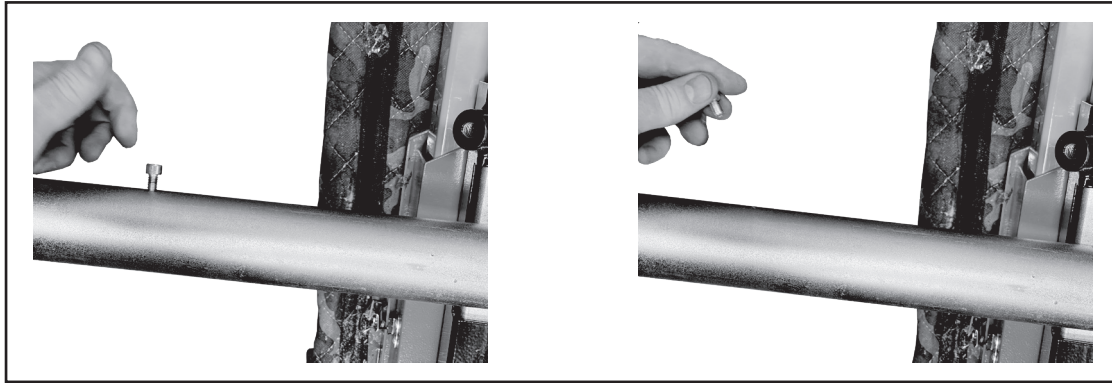
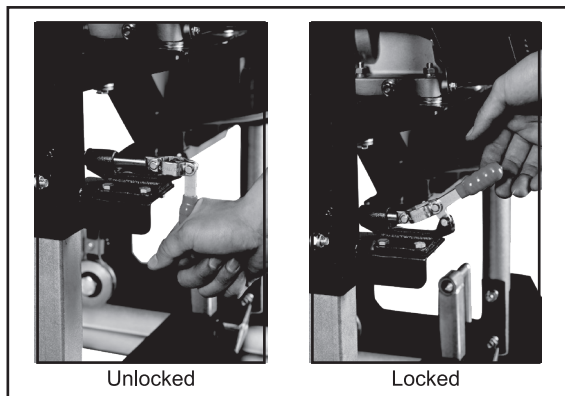
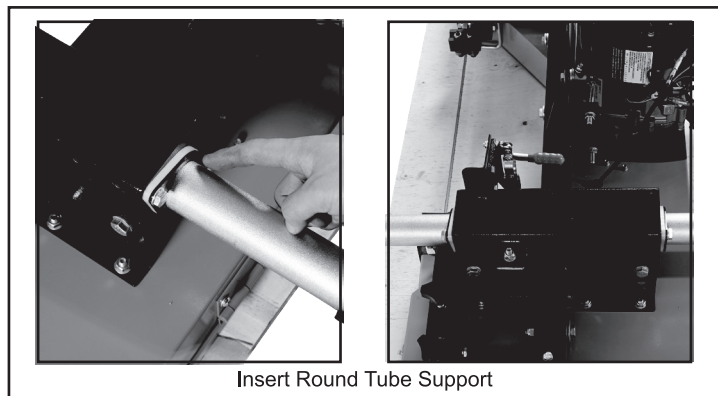
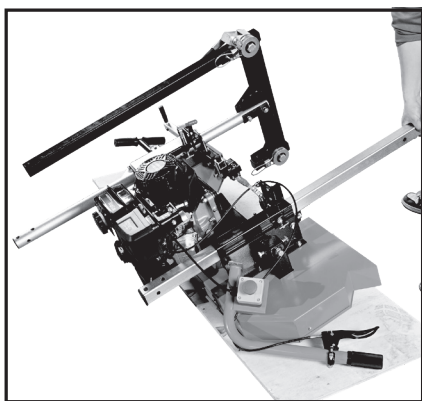

Fig. 20
Fig. 21
Fig. 22
Fig. 23
Étape 13 : Retirer la vis de butée de support de tube rond. Retirez la vis-de butée du haut du support de tube rond (fig. 20).
Étape 14 : Assembler la base du chariot à la tête de la scierie. Vérifiez que les poignées de verrouillage de la came sont en position déverrouillée (fig. 21). Insérez le support de tube rond sur la base du chariot gauche assemblé dans le réceptacle du support de tube rond de la tête de la scierie (fig. 22). Assurez-vous que les roues de chariot sont orientées vers le moteur. Il peut être nécessaire de soulever la tête de la scierie pour insérer la base du chariot. Demandez à une deuxième personne de soulever la tête de la scierie suffisamment pour que la base du chariot gauche avec le support de tube rond puisse être complètement insérée dans la tête de la scierie. Il peut être nécessaire d'insérer un tuyau dans le support de tube carré afin de l'utiliser comme levier pour soulever la tête (fig. 23). Une fois la base du chariot complètement insérée, déplacez la poignée de verrouillage de la came en position verrouillée (fig. 21). Remplacez la vis de butée du haut du support de tube rond (fig. 20).